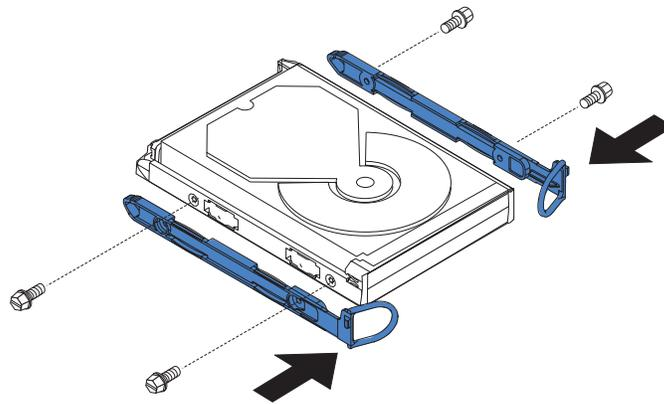

図 95. ディスク・ドライブへのレールの取り付け
9. ディスク・ドライブを別のものと交換する場合は、175 ページの図 95 を参照してください。